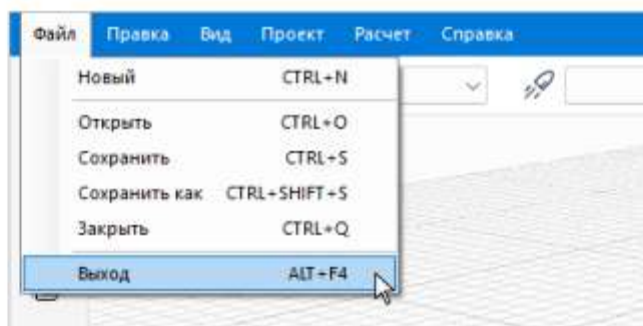

Рисунок 2.5 – Выход из DIST&amp;UDAR
- выполнив команду **Файл** → **Выход** (см. Рис. 2.5);